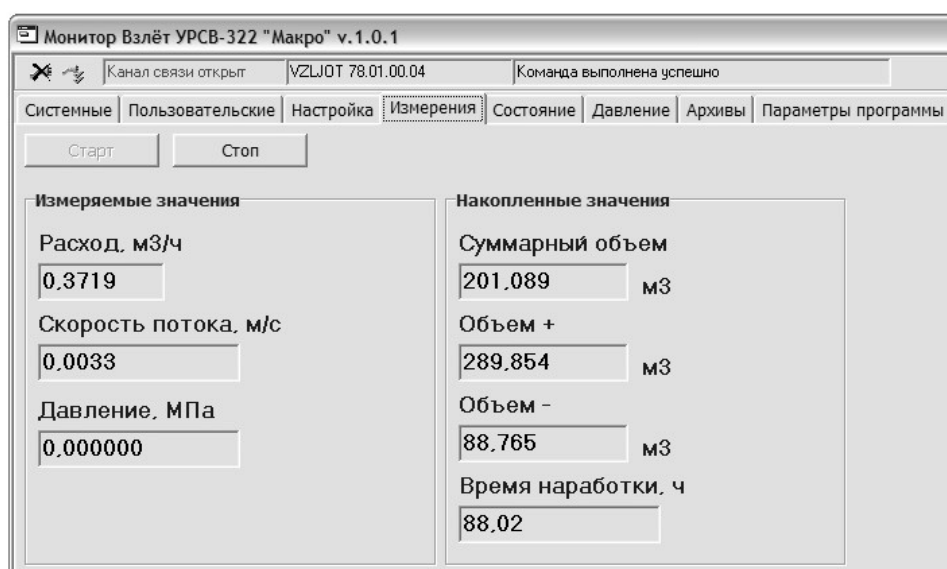

Рис.12. Окно вкладки «Измерения».
3.1.9. Щелкнуть мышкой по вкладке **Измерения**. На дисплее ПК отобразится окно, показанное на рис.12.